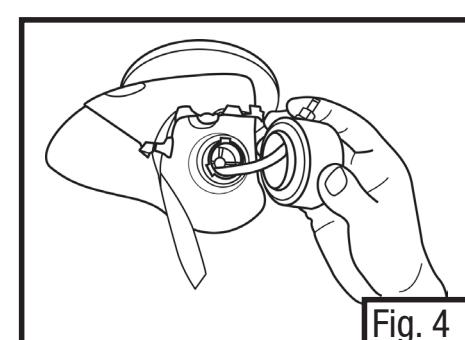

Fig. 4
5. Insert the other end of the sampling tube through the respirator filter holder and past the respirator's inhalation valve. Inserting the sample tube through the filter holder in the area shown minimizes the chance of kinking tubing during adapter installation. With the full facepiece respirator feed this tubing end also past the nose cup inhalation valve. (Fig. 4)
- Insérer l'autre extrémité du tube d'échantillonnage dans le porte-filtre du respirateur en le faisant glisser jusqu'à ce qu'il dépasse la soupape d'inhalation du respirateur. L'insertion du tube d'échantillonnage dans le porte-filtre, à l'endroit indiqué sur la figure, minimise les risques de déformation du tube au moment de l'installation de l'adaptateur. Lorsqu'il s'agit d'un respirateur à masque complet, insérer cette extrémité du tube jusqu'à ce qu'elle dépasse la soupape d'inhalation de la coquille nasale. (Fig. 4)